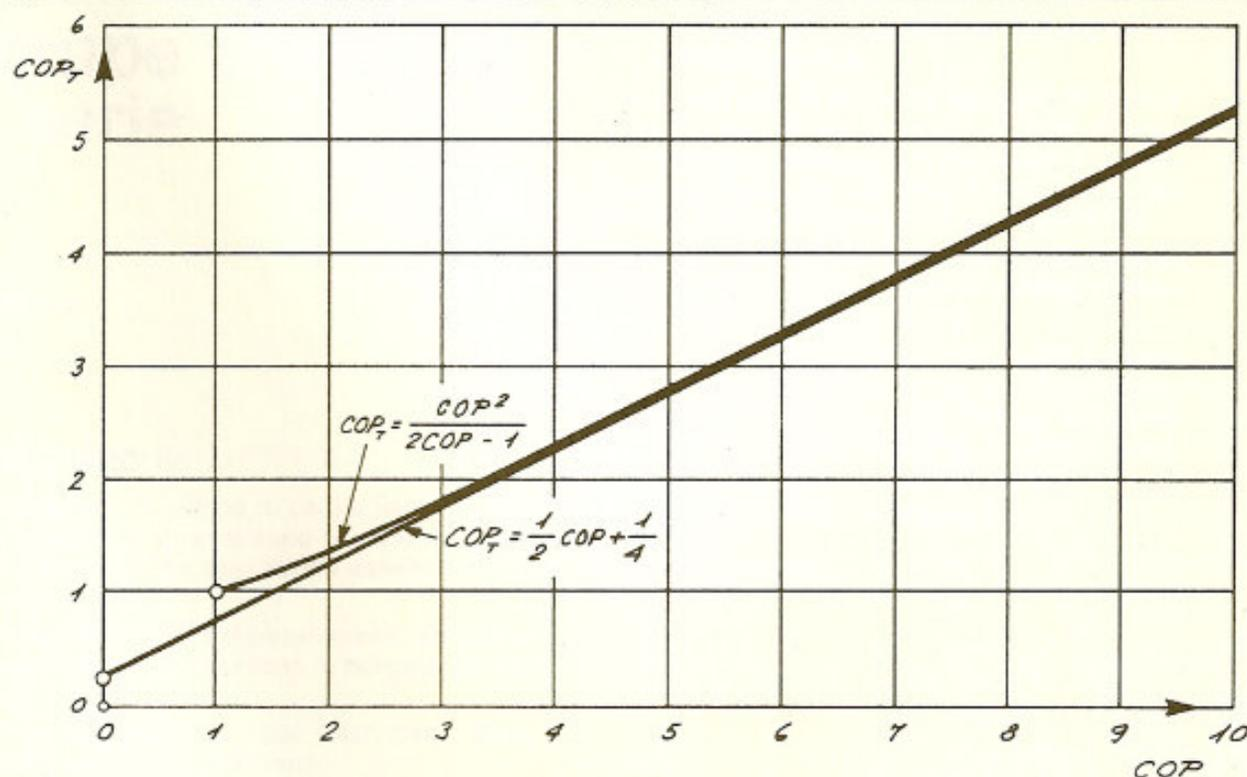

FIGURA 3
Si ha quindi un primo orientamento: i due COP devono essere uguali per avere il massimo COP_T ed in questo caso un'altra osservazione importante può essere fatta sulla (6): essa ammette l'asintoto $Y = 1/2 X + 1/4$ e, come si vede nella figura 3, la differenza tra la stessa funzione in termini di COP (5) e l'asintoto diventa subito così piccola che in pratica si può ritenere